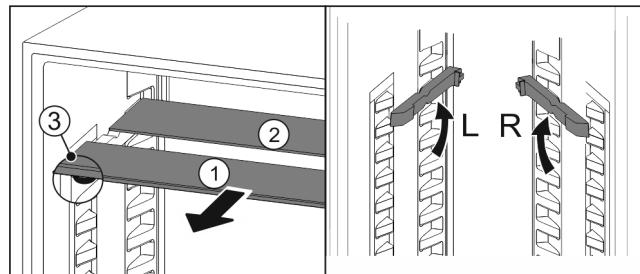

Fig. 27
- Skleněné desky jednotlivě vytáhněte dopředu Fig. 27 (1).
- Skleněná deska Fig. 27 (1) s ozdobnou lištou leží vpředu.
- Zarážky Fig. 27 (3) směřují dolů.